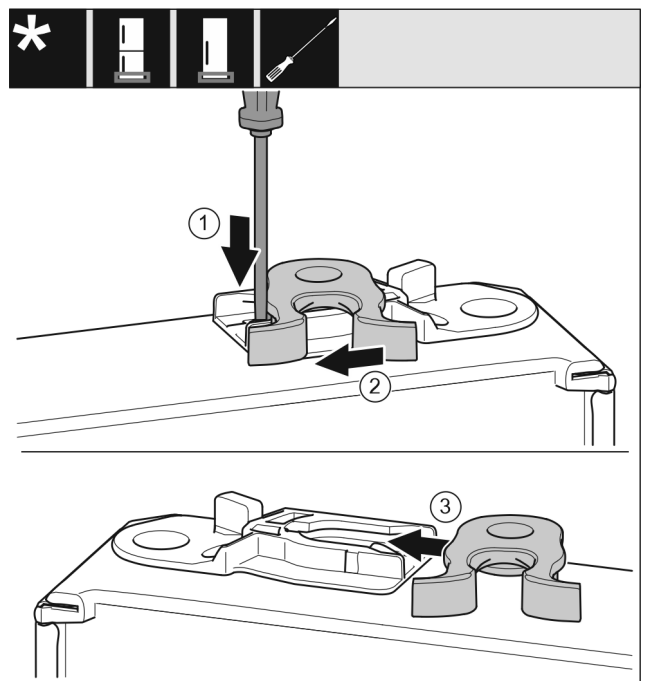

Fig. 17
- ▶ Press lasken ned med skrutrekkeren. Fig. 17 (1)
- ▶ Trekk låsekrokene ut av føringene. Fig. 17 (2)
- ▶ Skyv låsekrokene inn i føringen på den andre siden. Fig. 17 (3)